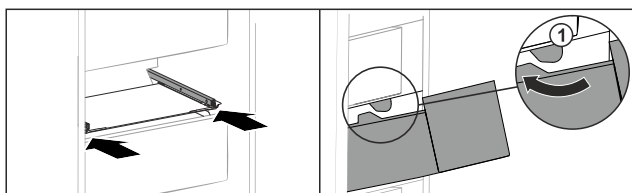

Fig. 161
- ▶ Ved'te zásuvku podél zářádek Fig. 161 (1).